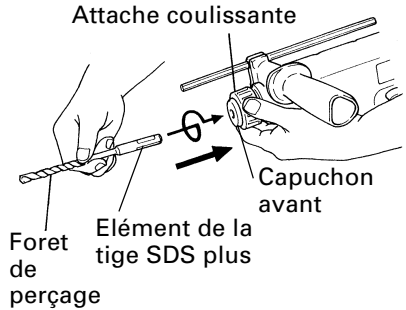
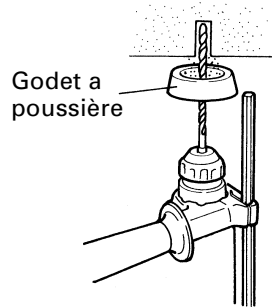
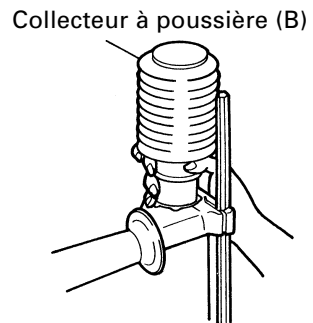

Fig. 8
Fig. 9
Fig. 10
- (1) Tourner la saisie de la poignée latérale pour la desserrer et appuyer dessus jusqu'à ce qu'elle entre en contact avec le logement.
- (2) Régler la poignée latérale à l'angle offrant la plus grande facilité d'utilisation, puis tourner la saisie de la poignée latérale à fond pour qu'elle se verrouille.
3. Montage du foret de perçage (Fig. 8)
- (1) Pour fixer un foret de perçage (tige SDS plus), tirer complètement l'attache coulissante dans le sens de la flèche, comme indiqué sur la Fig. 8, puis insérer le foret tout en le faisant tourner jusqu'à ce qu'il atteigne le fond.
- (2) Lorsque l'attache coulissante est relâchée, le foret est fixé.
- (3) Pour retirer le foret de perçage, tirer complètement l'attache coulissante dans le sens de la flèche et sortir le foret.
4. Lors de l'installation de la capuchon à poussière ou du collecteur de de poussière (B) (accessoires en option) (Fig. 9, Fig. 10)
Utiliser la capuchone à poussière en la fixant au foret comme montré dans la Fig. 9.
- Pose du collecteur à poussière (B)
Lors de l'utilisation du collecteur à poussière (B), l'insérer par le bout du foret en l'alignant avec la rainure sur la poignée. (Fig. 10)
- **La capuchon à poussière et le collecteur à poussière (B) ne sont destinés à être utilisés que lors du perçage de béton. Ne pas les utiliser lors du perçage de pièces en bois ou métalliques.**
- **Insérer le collecteur à poussière (B) à fond dans le mandrin de l'appareil principal particules pour ne utilisation plus facile.**
- **Lors de la mise sous tension du marteau rotatif alors le collecteur à poussière (B) est détaché de la surface en béton, le collecteur à poussière (B) va tourner en même temps que le foret. Ne bien activer l'interrupteur de mise sous tension qu'après avoir appuyé le collecteur à poussière (B) sur la surface en béton. Si le collecteur à poussière (B) est utilisé avec un foret de plus de 7-15/32" (190 mm) de longueur totale, il ne peut pas toucher la surface en béton et tournera. De ce fait, utiliser un foret de 6-17/32" (166 mm), 6-19/64" (160 mm) ou 4-21/64" (110 mm) de longueur totale.**
- **Vider les particules dans le collecteur à poussière (B) chaque deux ou trois trous percés.**
- **Remettre en place le foret après avoir enlevé le collecteur à poussière (B).**